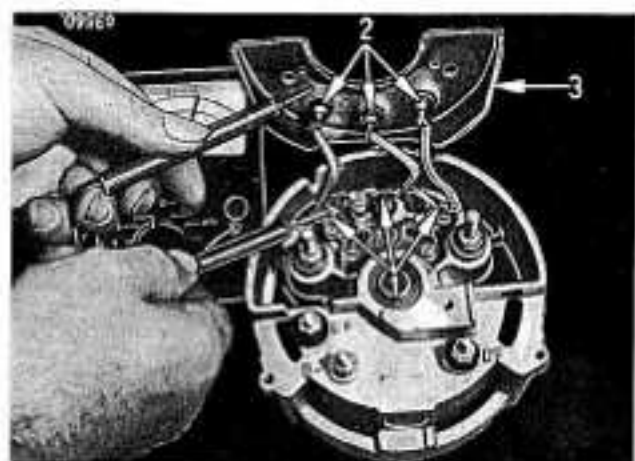

Bild 229
Anmerkung: Für die Prüfung der Dioden genügt es, wenn die Kühlkörperplatte gelöst und aufgekippt ist, Bild 229. Während der Prüfung darf die Kühlkörperplatte das Lichtmaschinengehäuse nicht berühren.
Den negativen Taster eines Ohmmeters an jeweils eine Lötfläche (1) Bild 229, den positiven Taster an die Kühlkörperplatte (3) anhalten. Hierbei muß das Ohmmeter den Widerstandswert der einzelnen Diode anzeigen.
Ergeben die unter Bild 229 bis 235 durchgeführten Prüfungen Beanstandungen, so können diese durch Austausch der betroffenen Teile beseitigt werden.